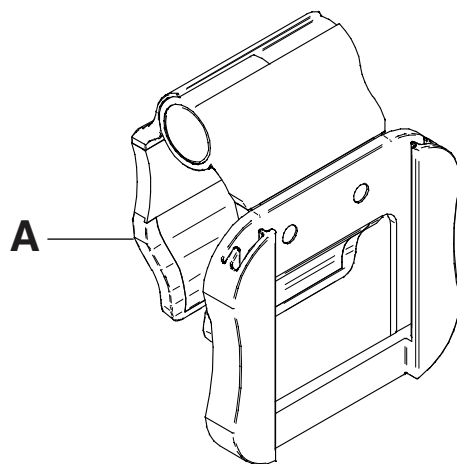

Figure 116 – Patient control pendant clip
1. Raise the clip (A) (Figure 116).